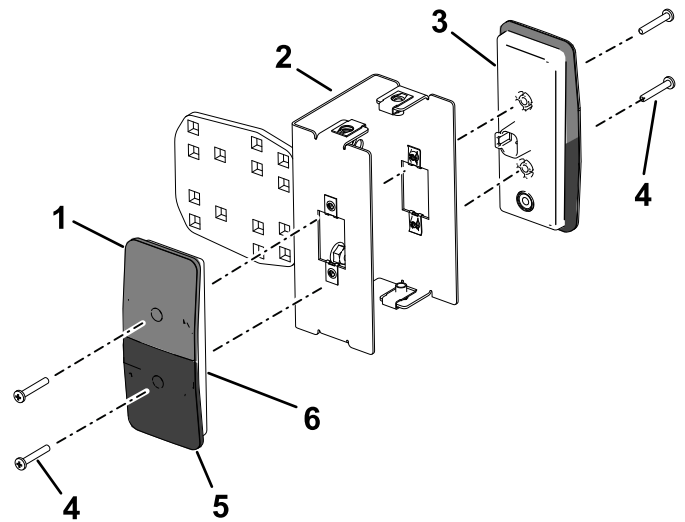

Figura 20
- Alinee las luces delantera y trasera con el soporte de la luz, con la lente amarilla orientada como se muestra en la Figura 20.
- Instale la luz delantera en la parte delantera del soporte de la luz con 2 tornillos (Nº 10 x $\frac{1}{4}$ "); consulte la Figura 20.
- Instale la luz trasera en el soporte de la luz con 2 tornillos (Nº 10 x $\frac{1}{4}$ "); consulte la Figura 20.